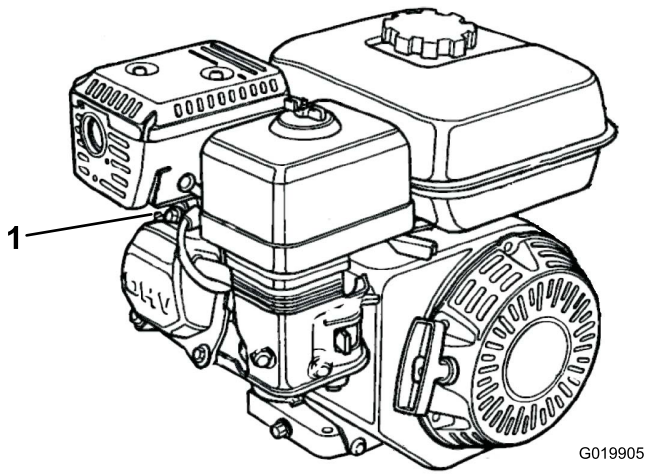

Figura 17
1. Desligue o fio da vela da ignição da vela da ignição (Figura 17).